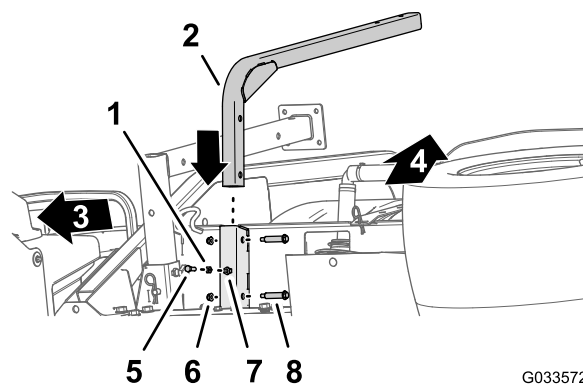

Figura 44
1. Aliniați tubul de susinere pentru rezervorul de apă dulce cu canalul de susinere a rezervorului (Figura 44).
2. Aliniați orificiile din tubul de susinere cu orificiile din canal (Figura 44).
3. Fixați tubul pe canal (Figura 44) cu cele 2 uruburi cu umăr (1/2 x 1 15/16") și cele 2 contrapiulițe cu guler (5/16").
5. Înfiletați contrapiulița (5/16") pe urub (5/16 x 1") așa cum este indicat în Figura 44.
6. Înfiletați urubul (5/16 x 1") și contrapiulița pe piulița pentru sudură de la baza canalului de susinere al rezervorului și strângeți manual urubul și contrapiulița (Figura 44).